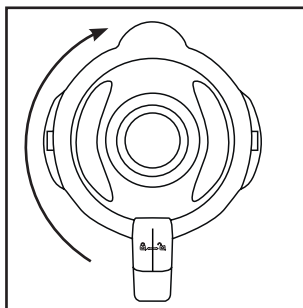

Fig. 2
- 4) Appuyez à nouveau fermement le couvercle **2** sur le bol mixeur **3** de manière décalée. Refermez le couvercle **2** en le tournant dans le sens horaire jusqu'à ce qu'il encrante audiblement en position ↗ (voir fig. 2). Veillez à ce que le bec verseur du bol mixeur **3** soit fermé. Le moteur ne peut démarrer que si le couvercle **2** est posé de manière alignée.